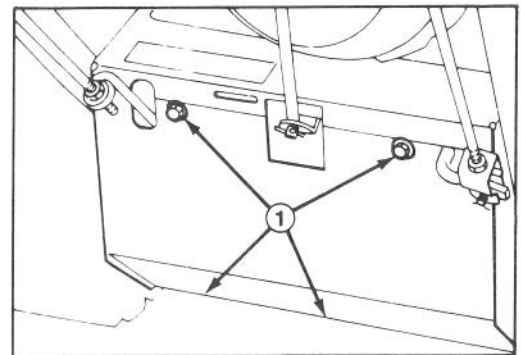

Abbildung 16
- Die Schneefähre und das Räumgehäuse kippen und so sichern, daß sie nicht umfallen. Nun die vier Blechschrauben der hinteren Abdeckung abnehmen und das Abdeckblech abnehmen (Abb. 16).